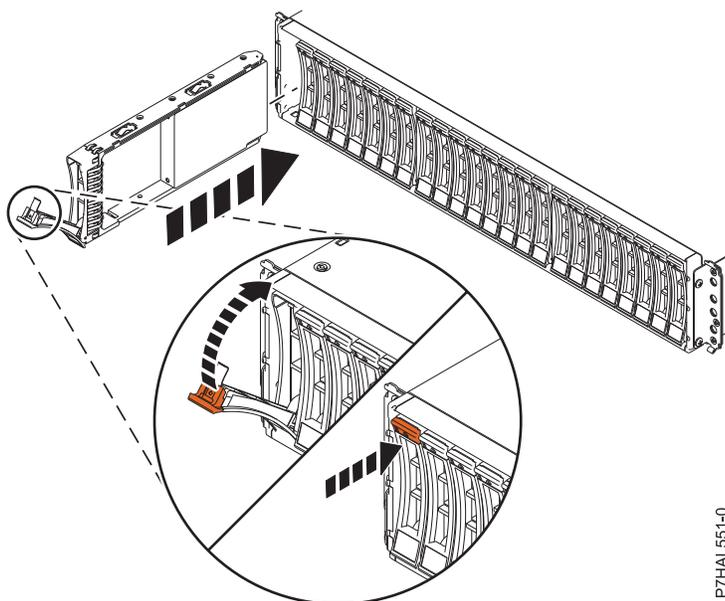

Figura 30. Instalación o sustitución de la unidad de disco en el Alojamiento de unidad de disco 5887
2. Con el asa en la posición de desbloqueo, como se muestra en la Figura 30 en la página 32, sostenga la unidad por la parte inferior mientras la alinea con los rieles de guía del alojamiento.
6. Bloquee la unidad girando el asa (A) en la dirección mostrada en la Figura 30.